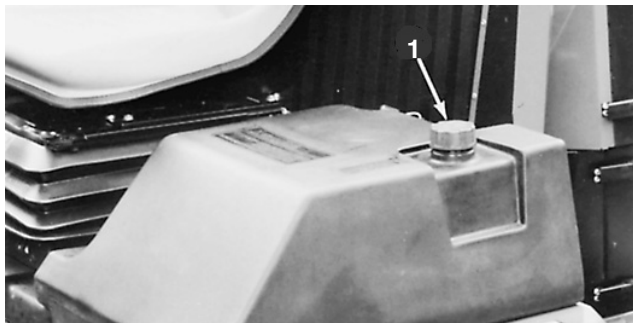

Figure 10
1. Retirez le bouchon du réservoir de carburant (Fig. 10).